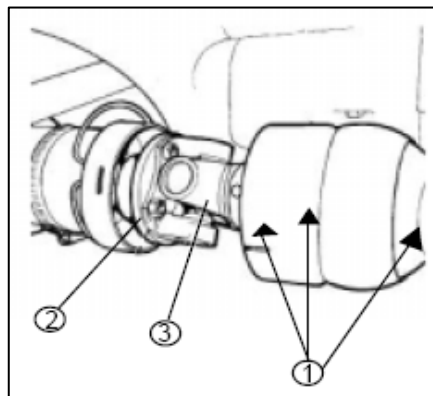

Fig. 118
### Flecha Cardan del eje delantero (Fig. 118)
Quite el tapón pequeño (3) en el acoplamiento deslizante y reemplácelo con un niple de engrase con una rosca de 1/4 de pulgada. Engrase el acoplamiento (Fig. 118).